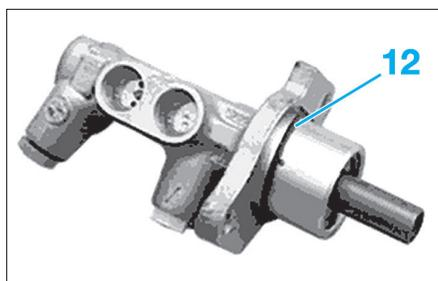

Fig. 30
- Remplacer le joint d'étanchéité (12) (Fig.30).